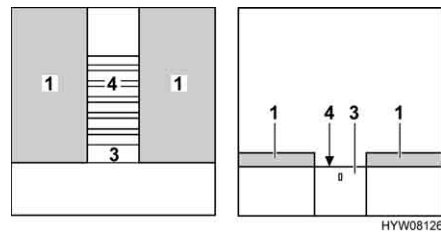

Fig. 137 Durante la trasformazione
- Se sulla base estraibile (Fig. 137,3) è montato un bloccaggio: afferrare da dietro il diaframma e sbloccare la base estraibile.
- Estrarre completamente il telaio portamaterasso (Fig. 137,4) o la prolunga con la base estraibile.